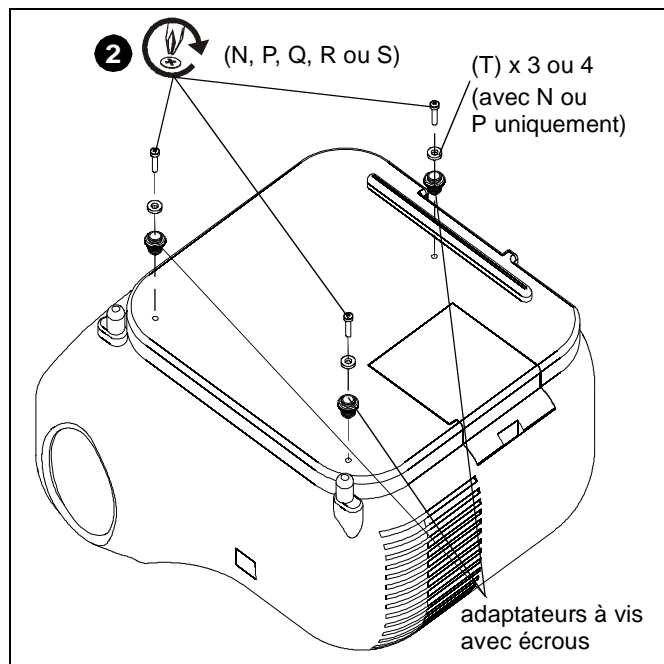

Figure 14
2. Insérez les vis dans les adaptateurs à vis avec les écrous de réglage de la hauteur dans les trous du projecteur. (Voir la Figure 14)
**REMARQUE :** Utilisez uniquement des rondelles (T) si vous utilisez des vis M ou N pour fixer les adaptateurs à vis au projecteur.